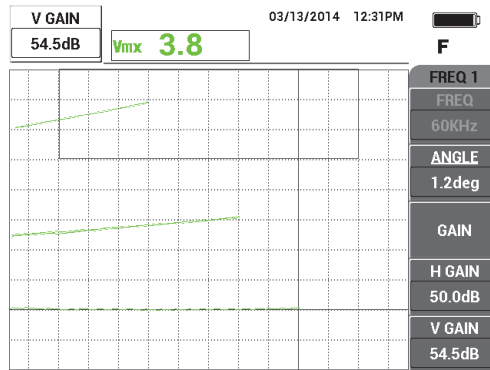

Abbildung 5-81 Einstellen der vertikalen Verstärkung
10. Drücken Sie dreimal die Direktzugriffstaste GAIN (**dB**), um den Parameter **V VERST** aufzurufen. Erhöhen Sie die vertikale Verstärkung bis das höhere Signal ca. 90 % der Bildschirmhöhe erreicht (siehe Abbildung 5-81 auf Seite 200).